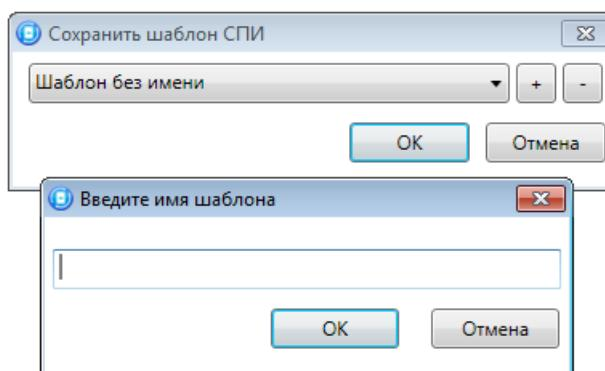

Рисунок 4.53 — Сохранение шаблона
- *Сохранить шаблон настроек*: открытие окна *Сохранить шаблон СПИ* (см. рисунок 4.53), с помощью которого может быть сохранена конфигурация ПОО контроллера в составе СПИ в качестве шаблона.